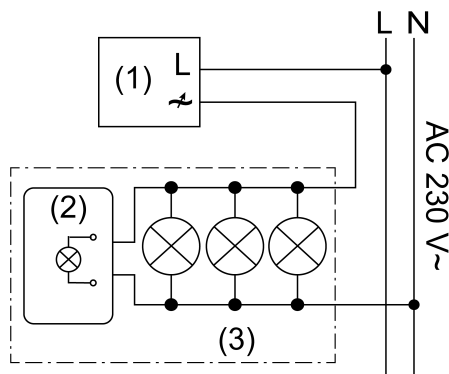
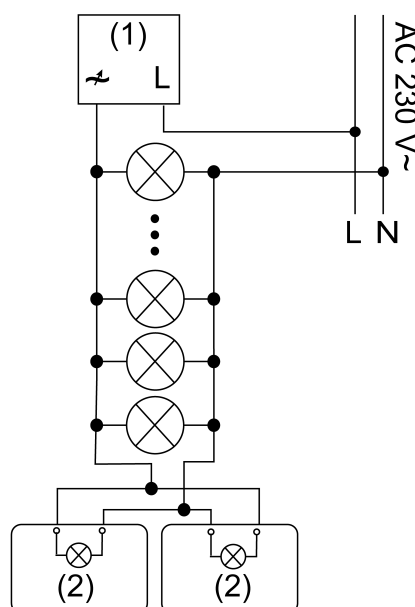

Bild 1: Anschlussbeispiel im Leuchtgehäuse
Bild 2: Anschlussbeispiel mit zwei Modulen
- (1) Dimmer im Phasenabschnitt-Betrieb
- (2) Modul
- (3) Leuchte mit HV-LED-Lampe
- Modul parallel zur HV-LED-Lampe an Neutralleiter und gedimmte Phase anschließen, (Bild 1) Anschlussbeispiel im Leuchtgehäuse, (Bild 2) Anschlussbeispiel mit zwei Modulen.